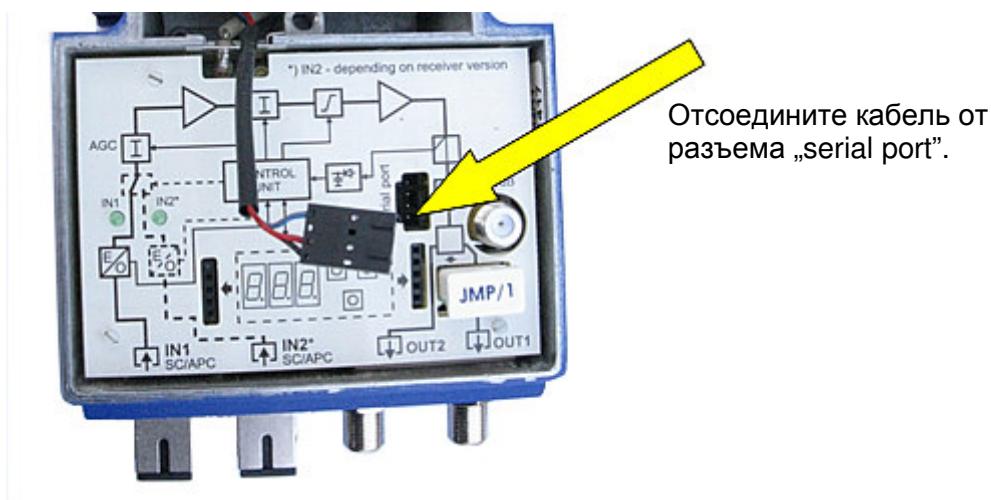

Рис. 8.11. Второй этап замены предохранителя в MOB-729.
- отсоедините коммуникационный кабель от разъема „serial port” модуля удаленного мониторинга M-729 – смотри рисунок 8.11 (касается версии MOB-729 с модулем удаленного мониторинга),
- Рис. 8.11. Второй этап замены предохранителя в MOB-729.